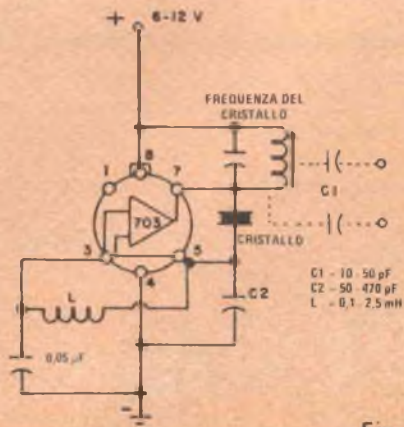

Fig. 6
**6) Oscillatore a cristallo** - Usando un circuito integrato 703, è facile costruire un oscillatore a cristallo per frequenze comprese tra 1 MHz e 30 MHz (ved. fig. 6). I valori di C1, C2 e L sono determinati dal cristallo e dalla frequenza di funzionamento. Il componente piú critico è il condensatore C2, il